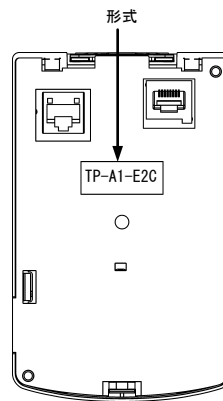

図 1.1 多機能タッチパネル裏面
- (1) 多機能タッチパネル (TP-A1-E2C) および取扱説明書 (本書) が入っていることを確認してください。
- (2) 現品の破損・凹みおよび部品の脱落など輸送中の損傷がないことを確認してください。
- (3) 多機能タッチパネル裏面に形式 (TP-A1-E2C) のシールが貼られていることを確認してください。(図 1.1)